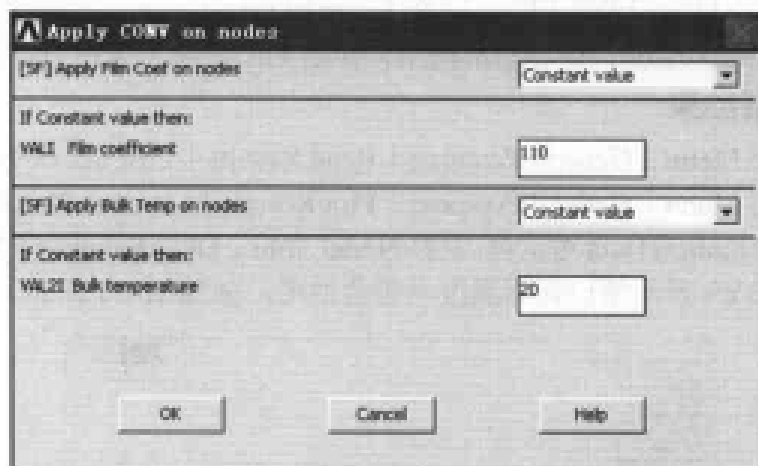

图 10-35 施加对流载荷对话框
(4) 选择 Utility Menu | Select | Entities 命令, 出现 Select Entities 对话框。在第 1 个下拉列表框中选择 Lines 选项, 其余选项采用默认设置, 单击 OK 按钮, 出现 Select Lines 菜单, 在文本框中输入 2, 3, 单击 OK 按钮关闭该菜单。
(5) 选择 Utility Menu | Select | Entities 命令, 出现 Select Entities 对话框。在第 1 个下拉列表框中选择 Nodes 选项, 在第 2 个下拉列表框中选择 Attached to 选项, 在第 3 个选项组中选中 Lines 单选按钮, 单击 OK 按钮。
(6) 选择 Main Menu | Solution | Define Loads | Apply | Thermal | Convection | On Nodes 命令, 出现 Apply CONV on nodes 菜单, 单击 pick all 按钮, 出现 Apply CONV on nodes 对话框。参照图 10-35 对其进行设置, 单击 OK 按钮关闭该对话框。